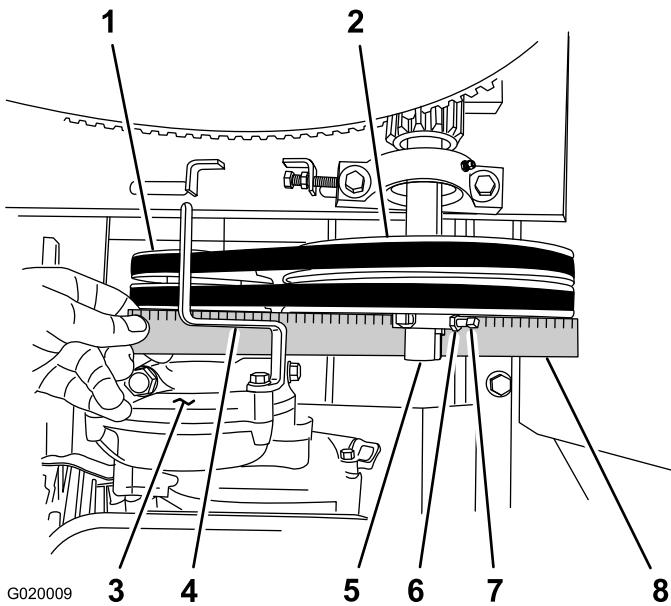

Figure 56
- D. Placez une règle droite en travers de la poulie de moteur et de la poulie de tension (Figure 56).
- Au besoin, faites pivoter le moteur sur le plancher moteur jusqu'à ce que la poulie de moteur et la poulie de tension soient alignées sur la règle droite (Figure 56).